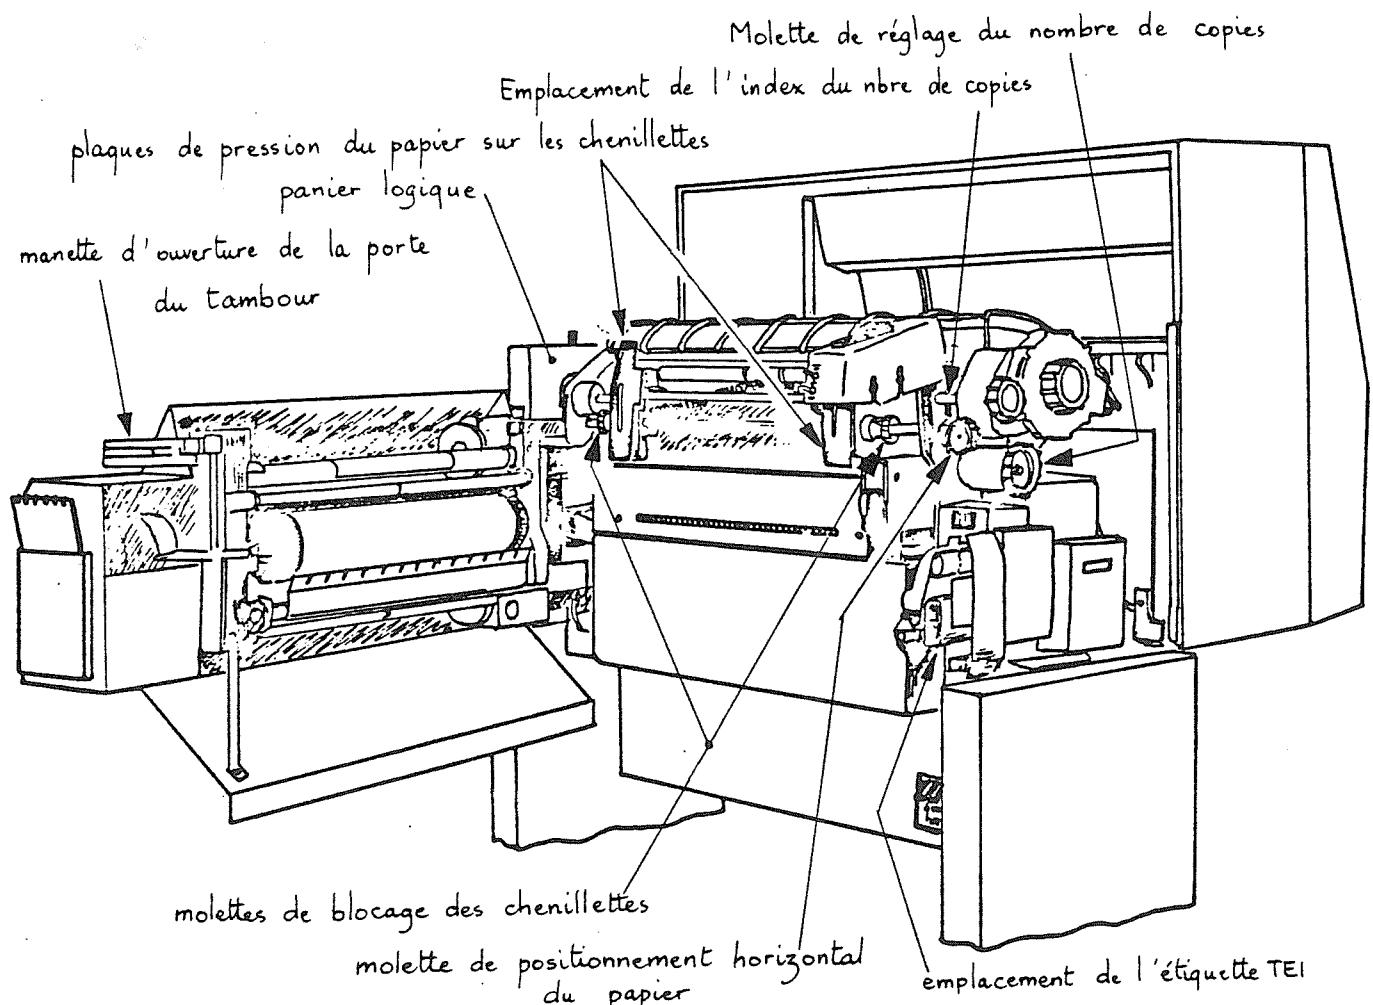

Figure 15
- Installer la rame de papier. Pour cela ouvrir la porte du tambour (fig 15) ouvrir, par rotation sur leurs charnières, les plaques de pression du papier sur les chenillettes (fig. 15), placer les perforations d'un des côtés de la rame de papier sur les ergots de la chenille correspondante, repousser la plaque de pression de cette chenille - Puis desserrer la molette de blocage transversal de l'autre chenille (fig.15) de façon à pouvoir amener les ergots en correspondance avec les perforations de ce côté de la rame de papier; revisser la molette de blocage (fig.15) puis repousser la plaque de pression - Au cours de ces opérations, veiller à ce que les lignes du papier soient bien horizontales.
- Ajuster l'emplacement de la première position d'impression par rapport au bord gauche de la rame de papier en utilisant la molette de positionnement horizontal du papier (fig.15).
- par l'étiquette constructeur Model 2230 ou 2260 ou par l'étiquette TEI (fig. 15) :
- par l'étiquette TEI (fig 15)
- par l'absence ou la présence d'une 3^e carte (long line interface) dans le panier logique (fig 15 et 17)